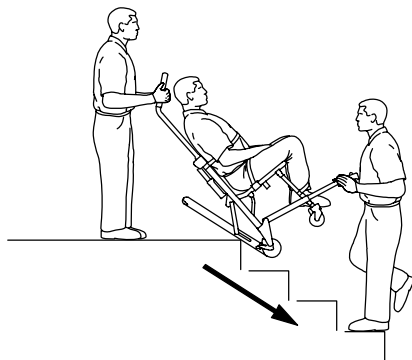

Figura 10 – Agganciare il primo gradino con il cingolo
7. Entrambi gli operatori: Mantenendo l'angolo, accompagnare la sedia oltre il bordo delle scale. Lasciare che il sistema **Stair-TREAD** si agganci al primo gradino (Figura 10).